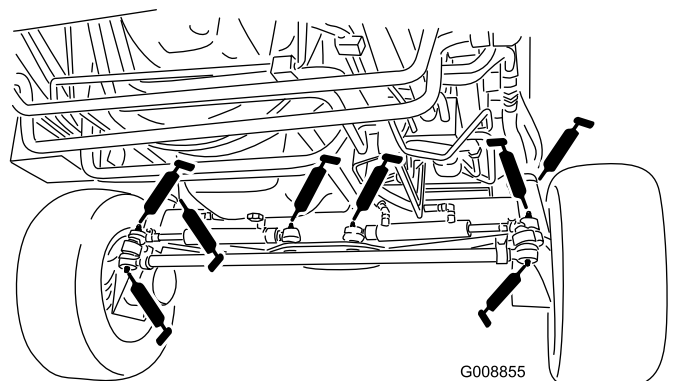

Рисунок 87
- Шаровые опоры гидроцилиндра рулевого управления (4 шт.) (Рисунок 87)
- Шаровые опоры поперечных тяг (2 шт.) (Рисунок 87)
- Втулки поворотных шкворней (2 шт.) (Рисунок 87).